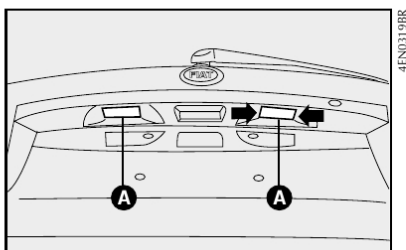

fig. 47
### LUZ DE PLACA figs. 47 e 48
1) retirar os refletores **A-fig. 47** utilizando uma chave de fenda nos pontos indicados pelas setas **fig. 47**;